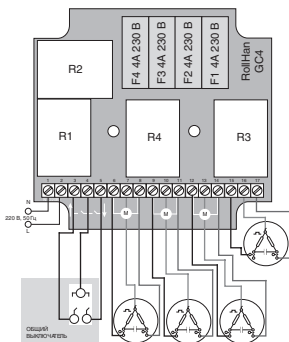

Рис. 2. Схема подключения группового управления GC4
3. Выполните электрическое подключение согласно схеме (рис. 2).
##### Назначение контактов (рис. 2)